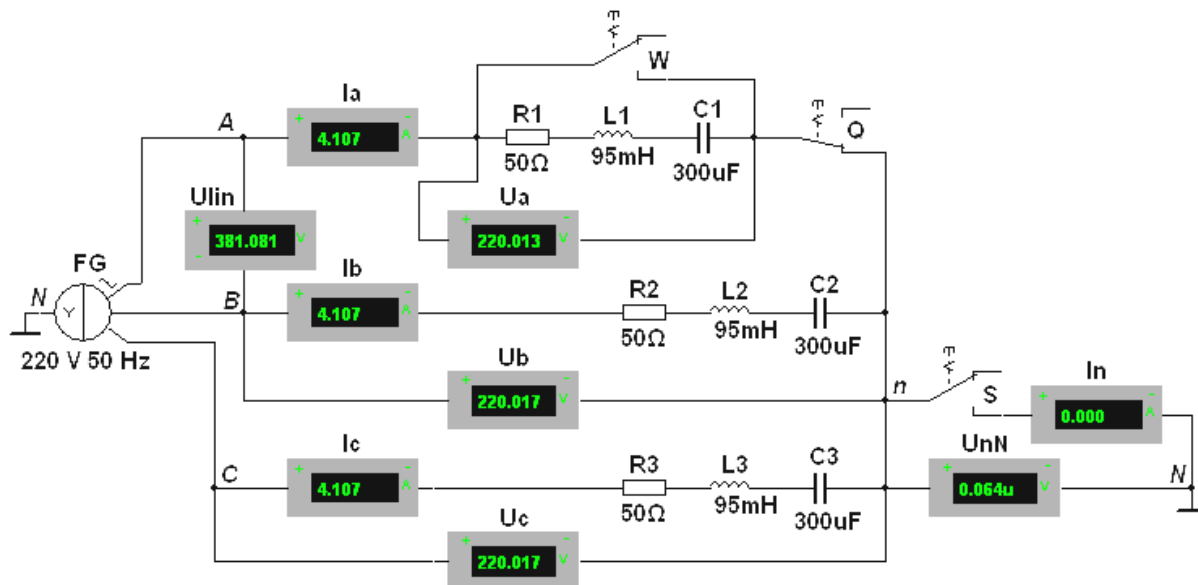

Рис. 3
Задание 1. Собрать схему (рис. 3) для исследования трёхфазной цепи в различных режимах её работы при соединении источника и приёмника по схеме звезда-звезда.
– ЭДС фазы $E_\phi = 220$ В и частоту $f = 50$ Гц трёхфазного источника напряжения **FG** (рис. 3);